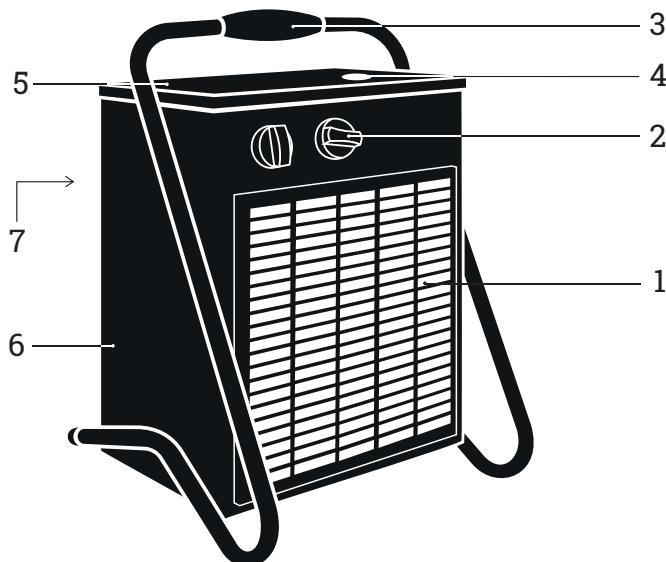

Рис. 1. Термопушка
Несущая конструкция тепловой пушки состоит из корпуса (6) и крышки (5) (рис. 1).
Электрическая схема тепловой пушки представлена в приложении на рис. 1.